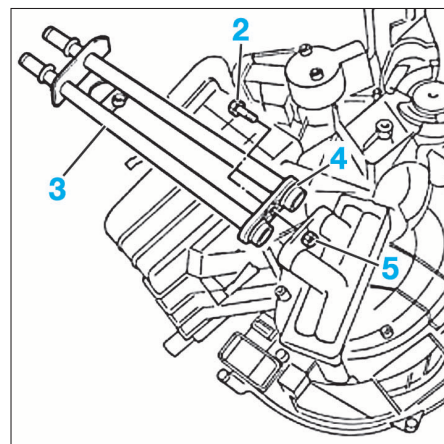

FIG. 22
- Déposer les vis de fixation (2), puis extraire la canalisation (3); récupérer les joints (4) et l'écrou (5) (Fig.22).